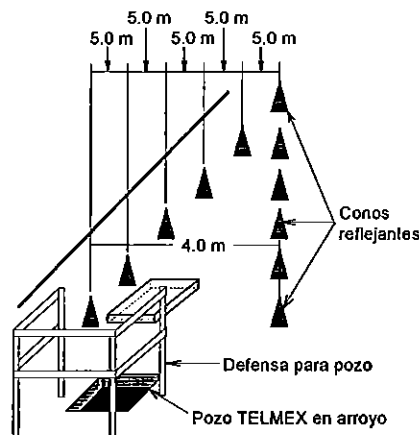

Figura 3. Señalización de pozo en arroyo.
- Las tapas de los pozos se levantarán con el gancho. En ningún caso se emplearán otras herramientas. El manejo de la tapa, una vez abierto el pozo, se hará por deslizamiento. Si no fuese posible deslizar la tapa, por ejemplo, en los casos en que el acceso al pozo está elevado respecto del terreno circundante, entre dos personas se alzarán la tapa; una vez terminado el trabajo en el pozo, se presentará la tapa sobre el marco y se encajonará finalmente por deslizamiento. Véase figura 3.
- Cuando el pozo se localiza en el arroyo, se colocarán conos a cada 5 m, formando un triángulo con base de 4 m y un vértice distante a 25 m, tanto en avenidas como en ejes viales como se muestra en la figura 3.